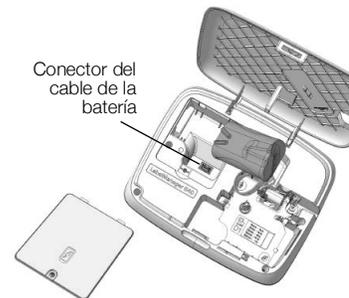

Figura 2
- 3 Desconecte el cable de la batería del conector. Consulte Figura 2.
- 5 Inserte la batería nueva, como se muestra, y conecte el cable en el conector. Consulte Figura 2.